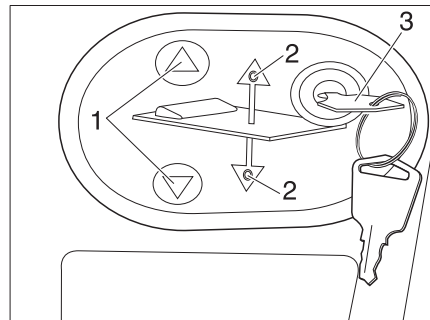

Bild 152 Bedienpanel für elektrisches Hubbett
- Schlüssel (Bild 152,3) in das Bedienpanel stecken.
- Auf Taste  oder  (Bild 152,1) drücken und gedrückt halten. Die jeweilige LED (Bild 152,2) leuchtet und das Hubbett senkt oder hebt sich.
- Wenn die gewünschte Position erreicht ist, Taste  oder  (Bild 152,1) wieder loslassen. Die jeweilige LED (Bild 152,2) erlischt.
- Schlüssel (Bild 152,3) abziehen.